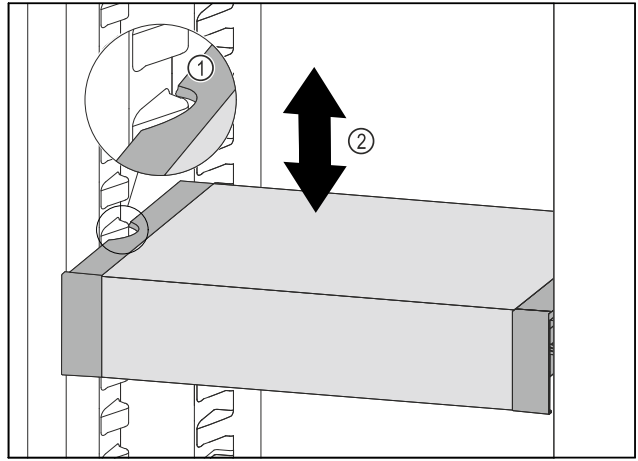

Fig. 103
- VarioSafe çekmecesini, VarioSafe çekmecesinin yandaki boşlukları soğutma bölümündeki yerleştirme çıkıntıları yüksekliğine gelene kadar öne doğru çekin. Fig. 103 (1)
- Soğutma bölümünde VarioSafe çekmecesini, istediğiniz yüksekliğe ulaşana kadar yukarı veya aşağı hareket ettirin. Fig. 103 (2)